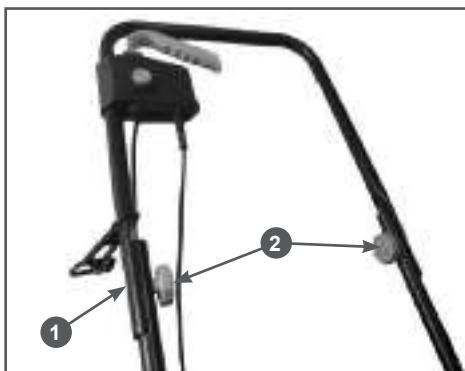

Рис. 5 Соединение верхней и нижней части рабочей рукоятки
- Соединить верхнюю и нижнюю части рабочей рукоятки. Совместите отверстия в верхней и нижней частях рабочей рукоятки и соедините их болтами 1 и гайками 2, как показано на Рис. 5.